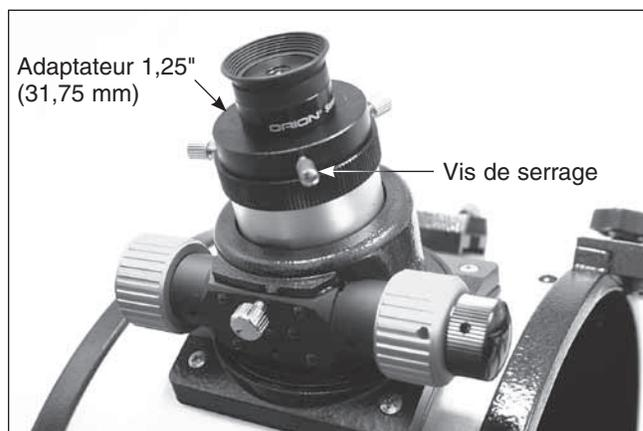

Figure 30. Oculaire Sirius Plössl 1.25" (31,75 mm) installé dans le porte-oculaire.
4. Pour remplacer l'oculaire Deep View par l'oculaire Srios Plössl 1.25" (31,75 mm), laissez l'adaptateur 1,25" (31,75 mm) dans le porte-oculaire et assurez-vous que les deux vis de l'adaptateur 2" (50,8 mm) sont serrées. À présent, desserrez la vis de l'adaptateur 1,25" sans desserrer les deux vis de fixation de l'adaptateur 2". Insérez l'oculaire 1,25" (31,75 mm) dans l'adaptateur pour oculaire de 1,25" (31,75 mm) et fixez-le en resserrant la vis de fixation sur l'adaptateur (figure 30). L'autre oculaire peut être rangé dans la tablette porte-oculaires.